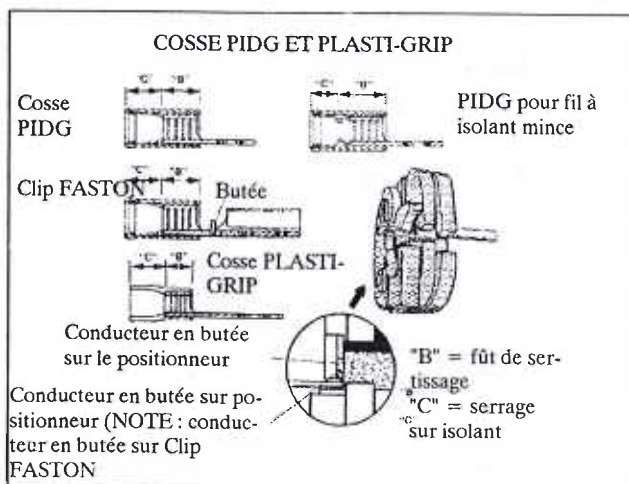

Figure 2
- (c) Voir figure 2 ou 3 et positionner la cosse ou le prolongateur entre les matrices.
- (e) Insérer le conducteur dénudé dans le fût comme indiqué figure 2 ou 3.
- (b) Positionner une cosse ou un prolongateur entre les matrices de sertissage (voir figure 2 ou 3).
- (c) Insérer un conducteur non dénudé seulement dans la partie fût isolant (voir figure 2 ou 3).